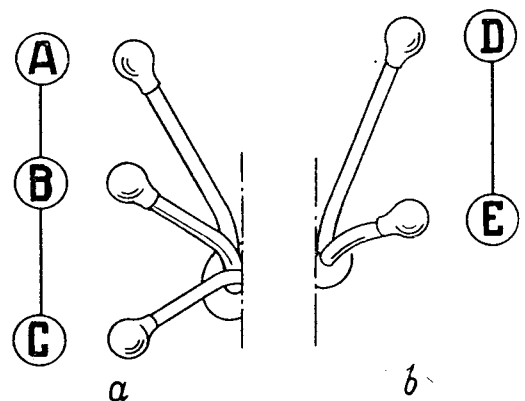

Bild 4. Schema der Schaltstellungen für die Verteilergetriebehebel:
bel die vordere Stellung einnimmt; die Vorderachse ist ausgeschaltet, wenn der Hebel die hintere Stellung einnimmt (Bild 4, b);
- Er kann drei Stellungen einnehmen: vordere Stellung - Direktgang eingelegt; Neutrallstellung (Mittelstellung); hintere Stellung - Geländegang eingelegt (Bild 4, a);